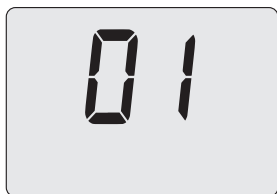

Figura 7.6
- Premendo il tasto 17 sul display LCD appare il numero 01, indicante l'entrata nell'attivazione della "funzione spazzacamina" alla potenza minima (Figura 7.6).